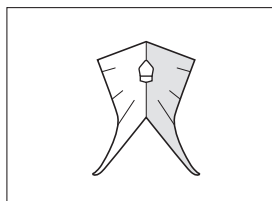
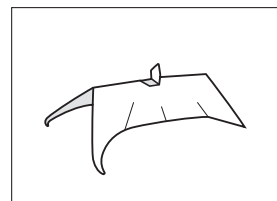

図5
図6
7. 設置推奨形状の完成。第一～第二スリット間の山折が最も深くなっている。(図5／図6)